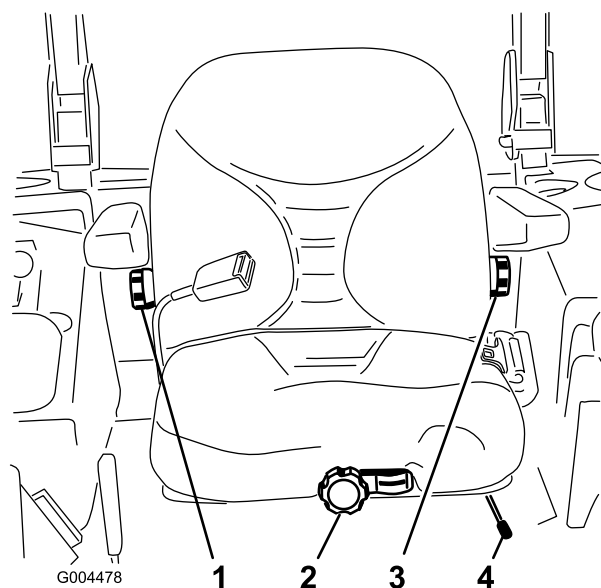

図 14
1. 調整は、レバーを横に動かしてシートのロックを解除して行います 図 14。
運転席に座らずに、座席前部にあるノブを、オペレータの体重に合わせてセットします 図 14。
調整は、右側のアームレストの下にあるノブを回して最も乗り心地が良い位置にセットします 図 14。
調整は、左側のアームレストの下にあるノブを回して最も乗り心地が良い位置にセットします 図 14。